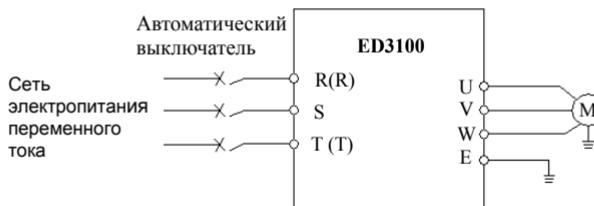

Рис.3-3 Простое подключение силовых цепей
(5) Между преобразователем и электродвигателем не следует устанавливать электромагнитный контактор и поглощающий конденсатор или другие резистивно-ёмкостные демпфирующие устройства, как показано на рис. 3-3.
(6) Чтобы иметь возможность использовать максимальную токовую защиту на входе и проводить техническое обслуживание при аварийном отключении питания, преобразователь должен подключаться к линии электроснабжения через промежуточный прерыватель.
(7) Соединительные провода (DI1 ~ DI6, DO1, DO2) входной и выходной цепей реле должны быть многожильными или экранированными проводами сечением более 0,75 мм²; один конец экранирующей оболочки должен быть свободен, а другой – подключен к имеющейся на преобразователе клемме заземления Е; длина соединительного кабеля должна быть не более 50 м.